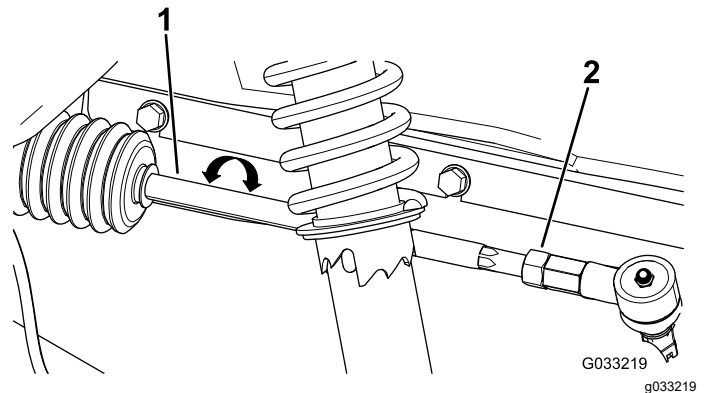

Figura 59
3. Si la distancia no es de entre 0 y 6 mm, afloje las contratuercas en el extremo exterior de las bielas (Figura 59).